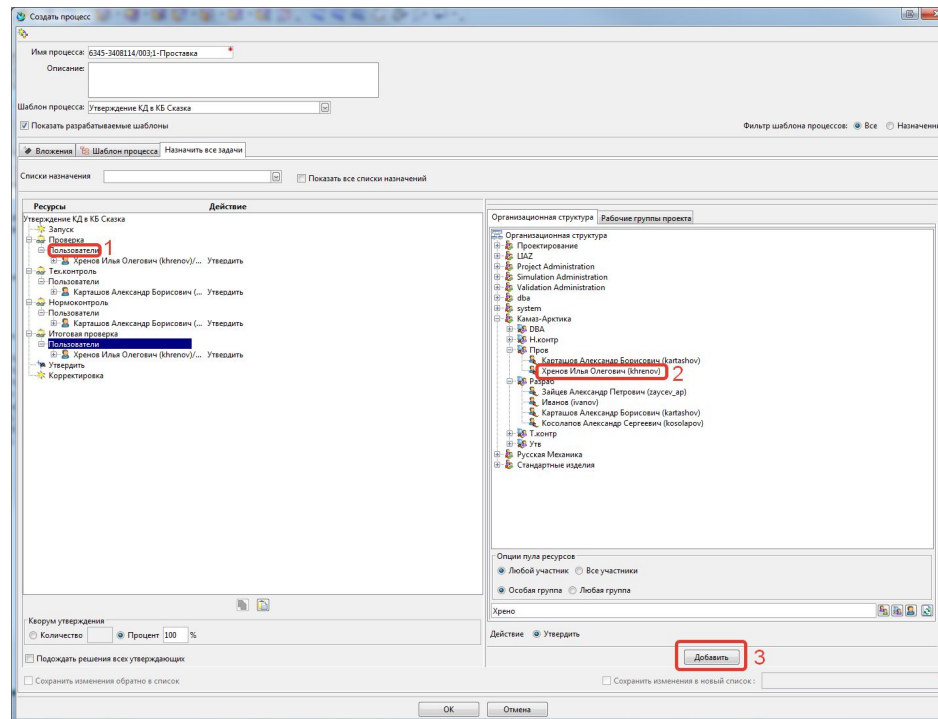

Рис. 41
3. Необходимо назначить ответственных людей за конкретные задачи (рис.41).